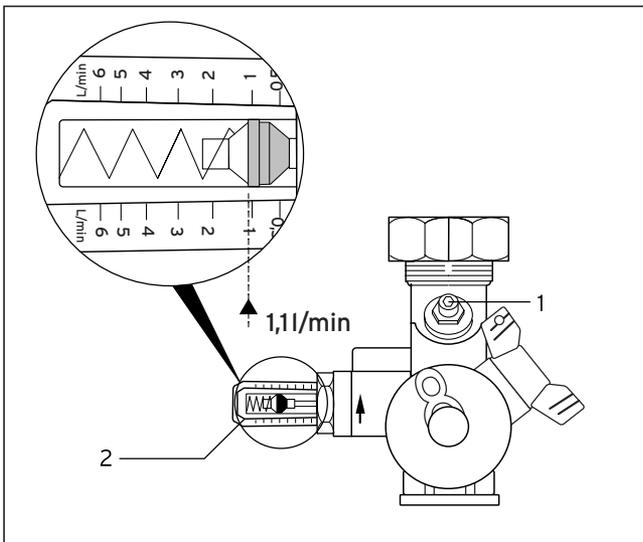

Abb. 9.2: Einstellen des Volumenstroms
Nehmen Sie nach der Grobeinstellung mittels Umwälzpumpe die Feinregulierung mit dem Stellventil (1) des Durchflussmengenbegrenzers (siehe Abb. 9.2) vor. Der eingestellte Wert kann an der Anzeige (2) abgelesen werden.
Die installierte (Netto-)Kollektorfläche beträgt  $6 \text{ m}^2$ . Mit dem Wert für den spezifischen Volumenstrom von  $0,66 \text{ l/m}^2 \cdot \text{min}$  multipliziert, ergibt sich ein rechnerischer Durchsatz von  $4 \text{ l/min}$ . Dieser sollte am Durchflussmengenbegrenzer angezeigt werden (siehe Abbildung 9.2).